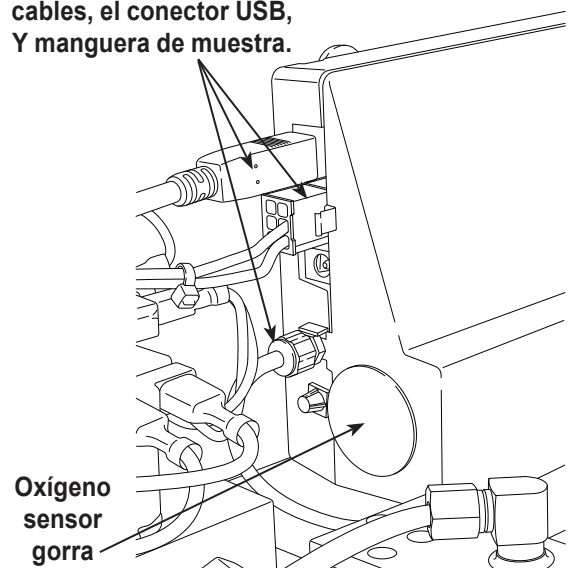

Figura 14
3. Desconecte el cableado, el conector USB y la manguera de muestra del identificador. Vea la Figura 14.